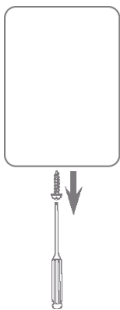

Figura 1
1. Abrir la tapa aflojando el tornillo que está en la parte inferior de la caja (ver la Figura 1).